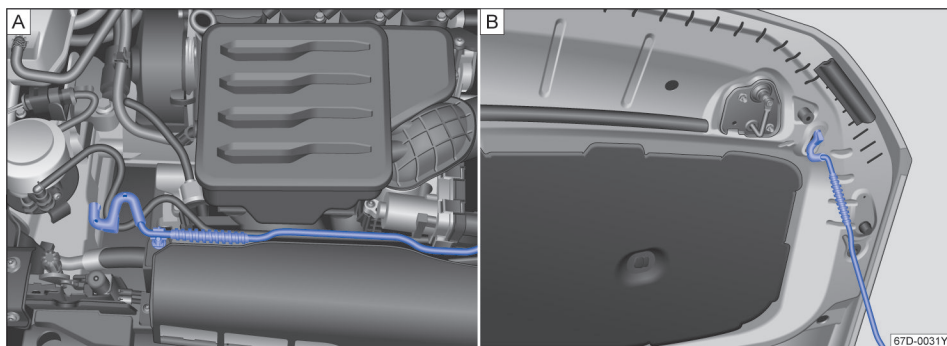

图 142 发动机舱盖支撑杆处于安放及固定位置
- 将发动机舱盖支撑杆→图 142 从其固定支架上取下。
- 将发动机舱盖支撑杆挂入图示位置的开口上→图 142。
- 将发动机舱盖支撑杆压入其固定支架内→图 142。